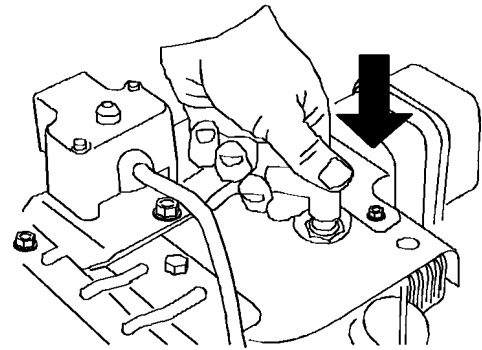

Bild 18
1. Schließen Sie den Zündkerzenstecker an (Bild 18).